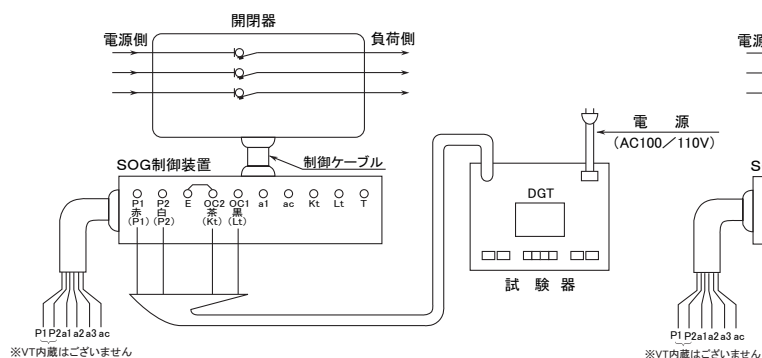

図8 戸上電機製作所製(DGT)によるOCR動作特性チェック回路
①図8・9の試験回路はOCR動作チェック回路です。
②図8・9は制御電源を制御装置パネル面の試験用電源端子(P1・P2)に接続する方法です。
なお、図8・9の回路で試験する場合は、制御装置パネルの制御電源切替スイッチを「試験」側にしてください。